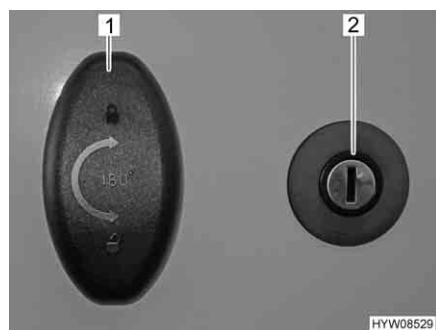

Fig. 59 Serratura della porta del garage
- Inserire la chiave nel cilindro della serratura (Fig. 59,2) e ruotare in senso orario. La chiusura centralizzata è sbloccata.
- Girare la maniglia della serratura (Fig. 59,1) in senso antiorario di un mezzo giro e aprire la porta del garage.
- Girare la maniglia della serratura (Fig. 59,1) in senso antiorario di un mezzo giro.
- Inserire la chiave nel cilindro della serratura (Fig. 59,2) e ruotare in senso antiorario. La chiusura centralizzata è bloccata.